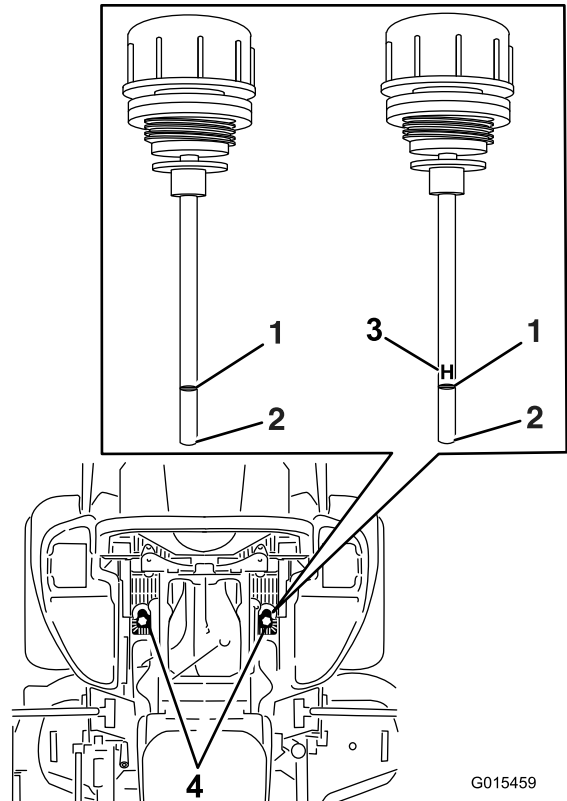

Figura 84
6. Limpie la zona alrededor de las varillas de los depósitos del sistema hidráulico (Figura 84).
7. Retire una varilla del depósito hidráulico (Figura 84).
9. Retire la varilla e inspeccione el extremo (Figura 84).